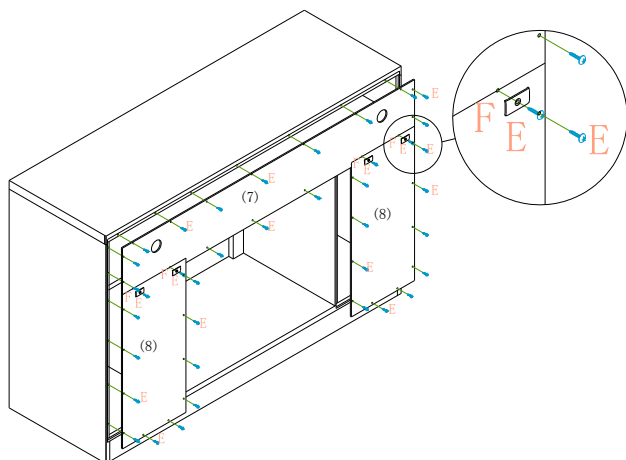

Figure 4
USE 38PCS ROUND HEAD SCREW(E) AND 4PCS SLICE OF IRON(F) TO ASSEMBLE MIDDLE BACK PANEL(7) AND SIDE BACK PANEL(8) TO THE UNIT, AS FIGURE 4 SHOWN.